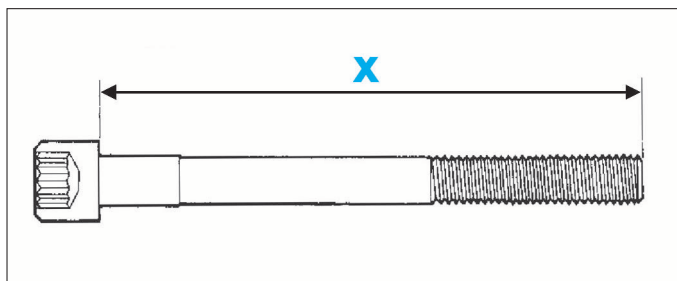

FIG. 2
Longueur (sous tête) (X) des vis de culasse (fig. 2) :